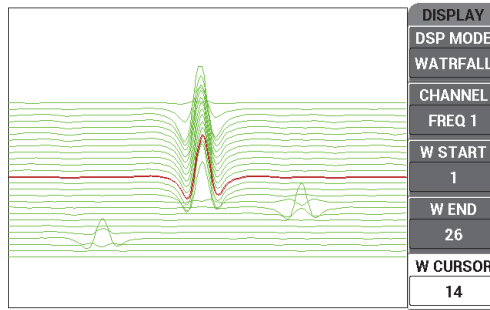

Abbildung 5-68 Einsatz des Wasserfallcursors
15. Ist die Wasserfallanzeige korrekt drücken Sie die Funktionstaste E, um den **W CURSOR** (Wasserfallcursor) auf die geschätzte Stelle an der Grenze zwischen zwei kritischen Schichten einzustellen und passen Sie den Wasserfallcursor an, während Sie weiter prüfen (siehe Abbildung 5-68 auf Seite 191).